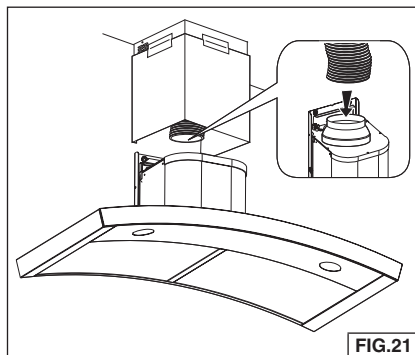

FIG.21
8. Allongez le conduit extensible, fixez l'adaptateur de 15,2 à 20,3 cm (de 6 à 8 po) et scellez les joints avec du ruban à conduit. Fig. 21.